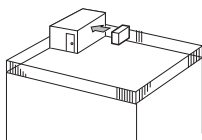

Fig. 2-4
- 1 Rikta luftutblåset mot närmaste vägg, cirka 35 cm från väggen. (Fig. 2-4)